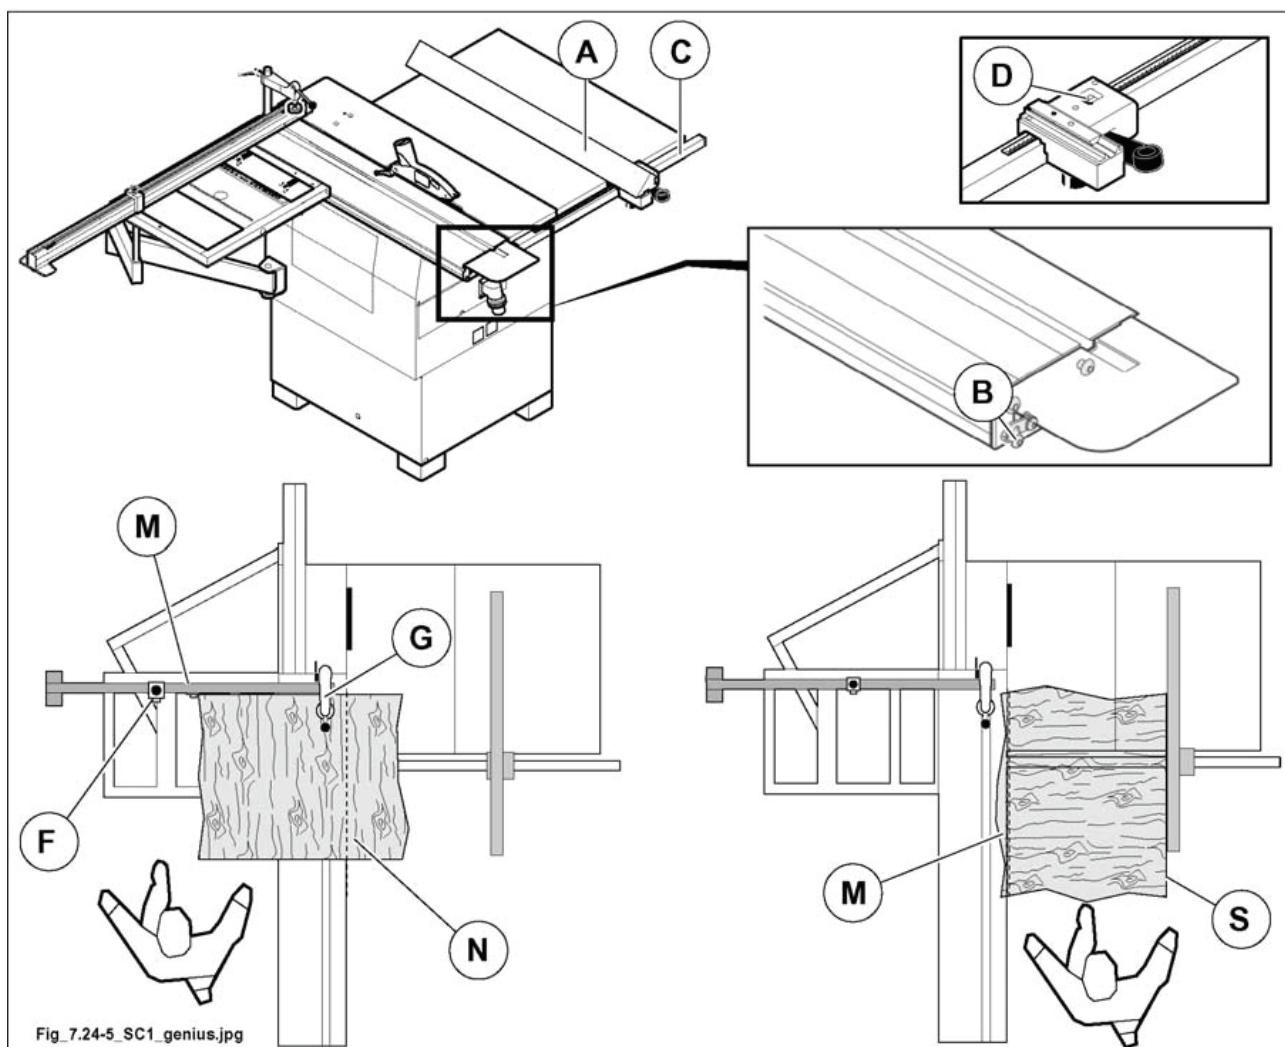

Рис. 7.24-5
Для выполнения параллельных распилов надлежит использовать линейку А (рис. 7.24-5). Порядок настройки и использования линейки изложен в параграфе 7.14.2.
Установить каретку и закрепить ее фиксатором В (рис. 7.24-5).
При базировании заготовки по линейке А (рис. 7.24-5) оператор должен ориентироваться по шкале С (рис. 7.24-5).
Размер считывается через вырез D (рис. 7.24-5).
- Обрезать край (S рис. 7.24-5), как указано выше (первый рез).
- Опереть обрабатываемую часть (S рис. 7.24-5) против линейки из алюминия для параллельного реза (установлена на нужном значении) и выполнить параллельный рез (M рис. 7.24-5).
- Повернуть панель на 90°, оперев обрабатываемую часть (M рис. 7.24-5) на линейку, как указано на рис. 7.24-5.
- Заблокировать панель при помощи прессовщика (G рис. 7.24-5) и выполнить третий рез (N рис. 7.24-5).
- Повернуть панель на 180°, установив боковину (N рис. 7.24-5) против упора (F рис. 7.24-5), уже установленного на нужной отметке.
- После блокировки панели при помощи прессовщика (G рис. 7.24-5) выполнить последний рез.